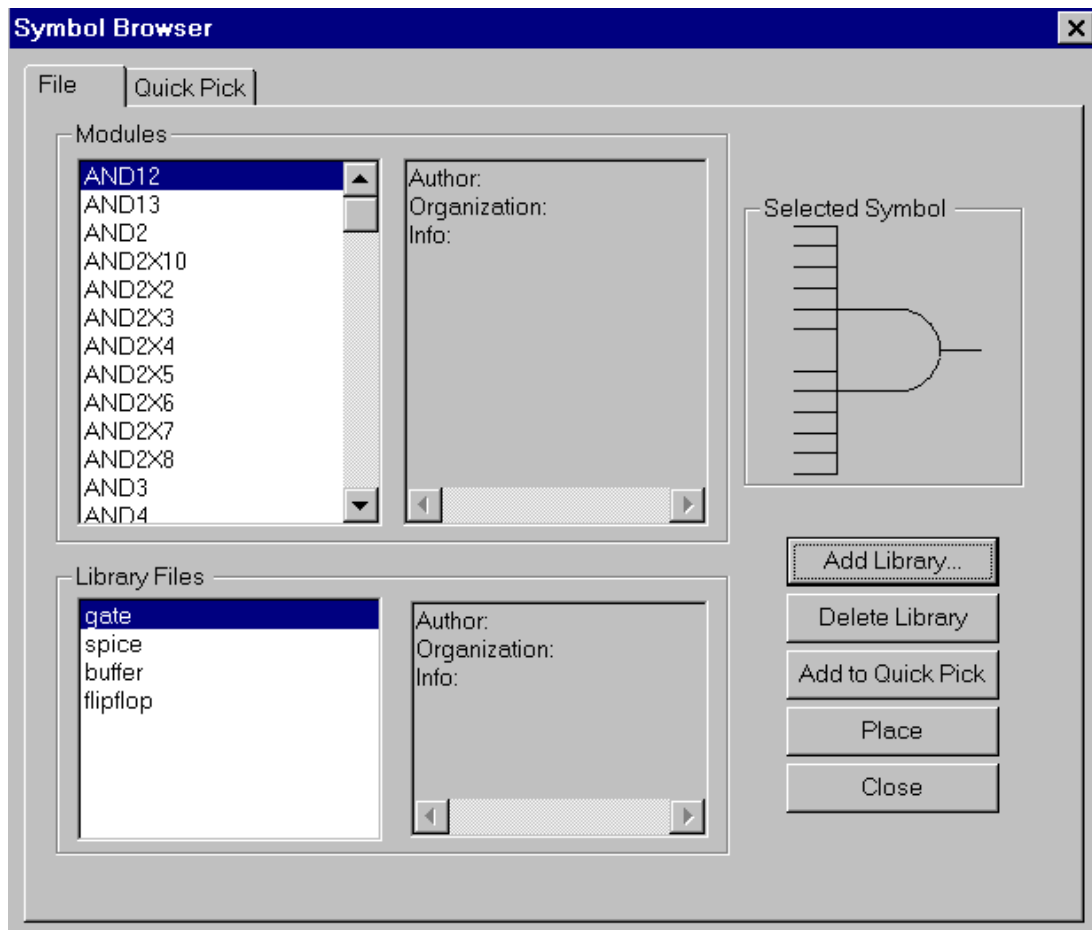

Рис. 11. Окно библиотечных компонентов
4. Щелкните на пункте меню Module\Symbol Browser для просмотра списка доступных библиотечных компонентов в диалоговом окне (рис. 11).